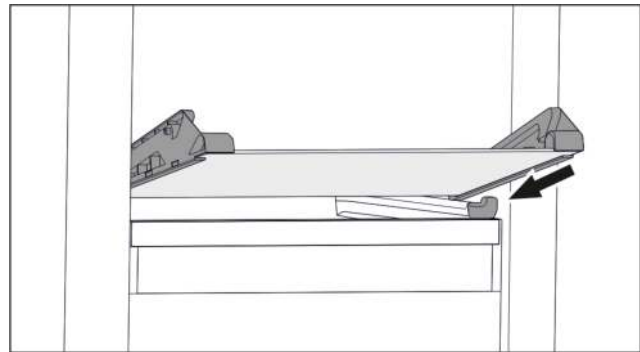

Fig. 62 Glasplatte des abklippbaren Schubfachs
- ▶ Glasplatte schräg hinter den Stoppnern aufsetzen. (siehe Fig. 62)